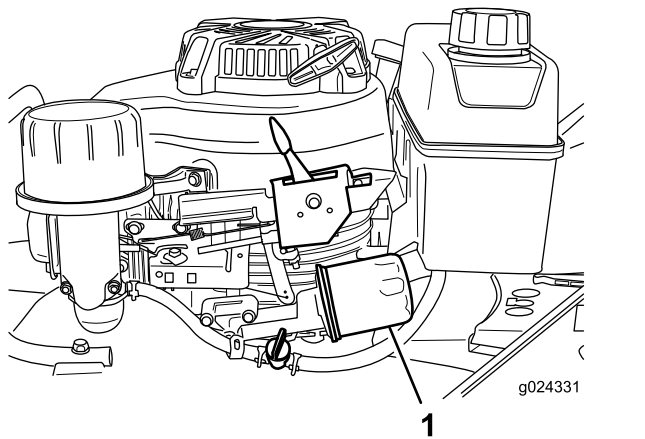

図 22
6. フィルタ 図 22を外したときにこぼれおちるオイルを受けられるようにウェスを敷く。